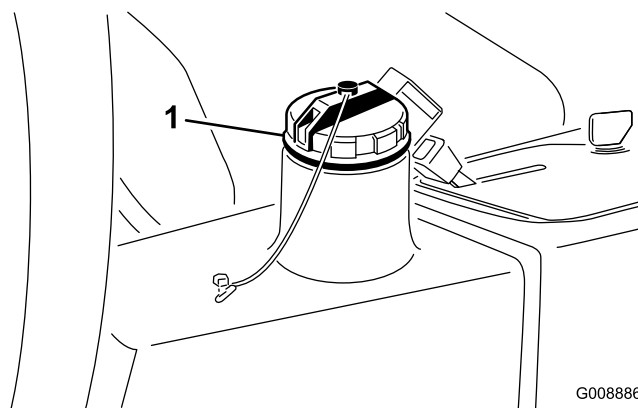

Рисунок 40
2. Очистите зону вокруг заливной горловины и крышки гидравлического бака (Рисунок 40) и снимите крышку.